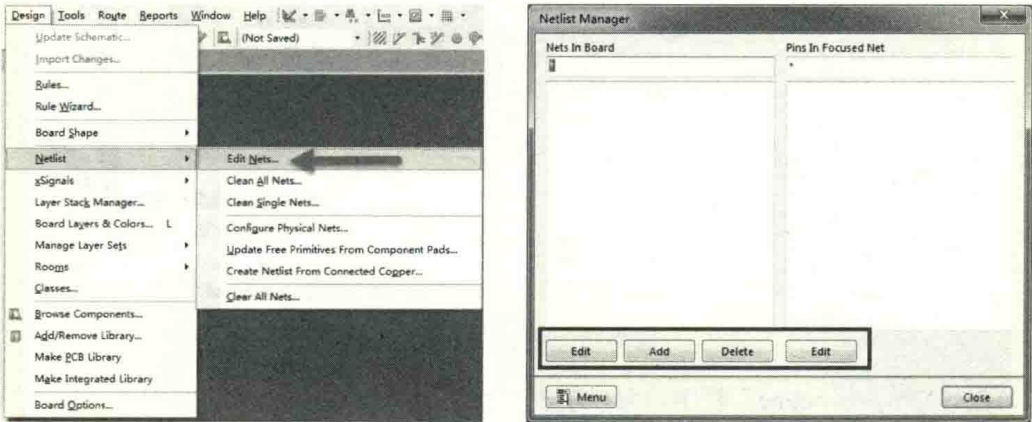

图 9-78 进入网络编辑管理器
(1) 执行菜单命令“Design-Netlist-Edit Nets...”，进入网络编辑管理器，如图 9-78 所示。
① Edit: 对已存在的网络进行网络名称的编辑。
- ② Add: 添加一个新的网络。
- ③ Delete: 删除已经存在的某个网络。